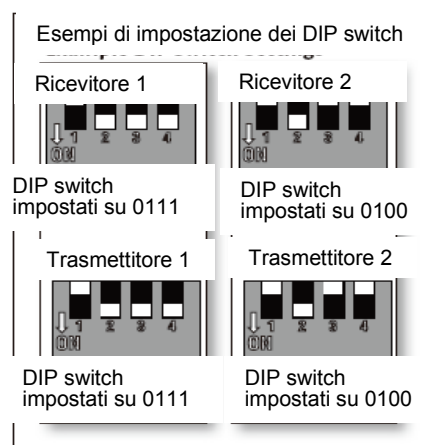

Fig. 12 DIP switch del ricevitore
- Il telecomando (trasmettitore) e il ricevitore devono essere abbinati tra loro; per fare ciò è necessario impostare i cursori dei DIP switch del ricevitore e del telecomando sugli stessi valori (Fig. 12).